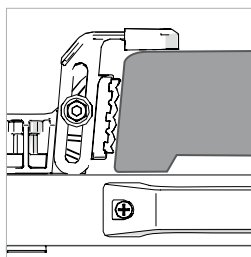

Fig. 19
Si la base de su sierra NO tiene un reborde que sobresale por debajo de la mordaza, entonces se DEBE fijar la mordaza secundaria para asegurar la base desde la parte superior. **(Fig. 19)**
- En caso necesario, ajuste las mordazas secundarias para proporcionar una mejor ubicación positiva y agarre adicional a la superficie superior de la base de la sierra tronadora. **(Fig.19)** Apriételas en posición usando la llave hexagonal suministrada.